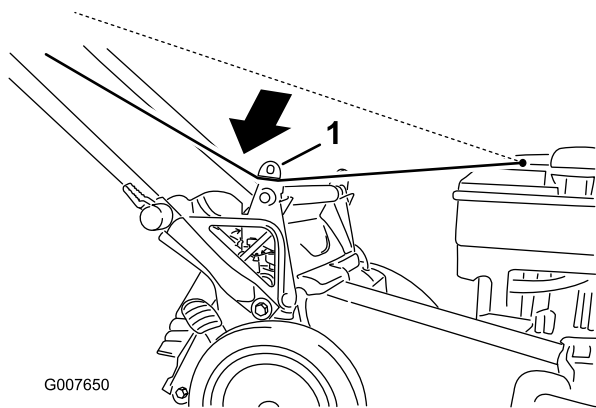

Bild 23
1. Verlegen Sie das Starterkabel um die untere Kabelführung (Bild 23).